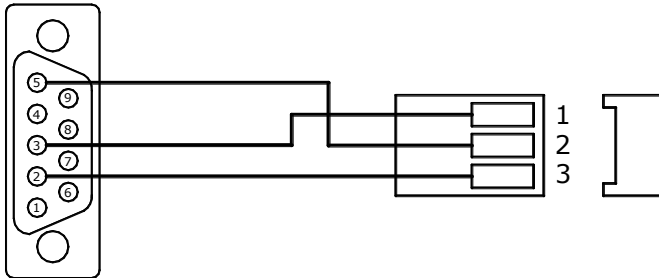

Рис. 7.9
7.6.9 Для прямого соединения теплосчетчик – ПК следует использовать кабель, изображенный на рис. 7.9.